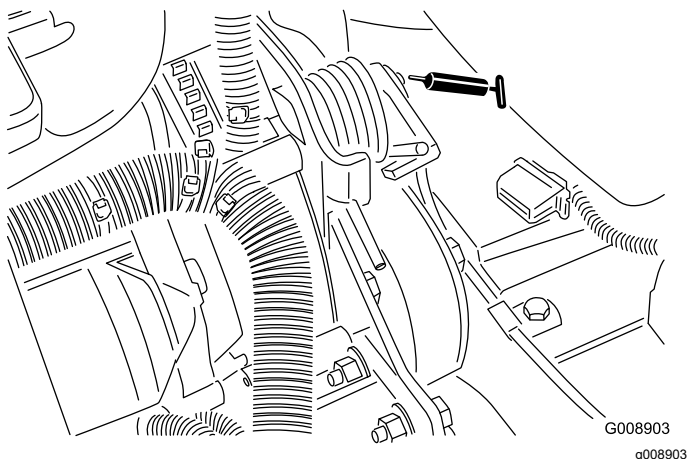

Рисунок 65
- Ось поворота механизма натяжения ремня (Рисунок 65)